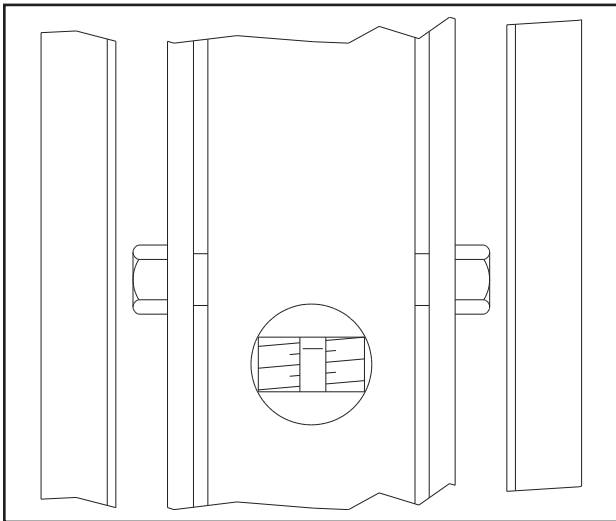

Fig.63 - Abb.63
- portare i carrelli ad una altezza tale che le chiocciole si trovino in corrispondenza dei fori ricavati sui carter (Fig.63).
- raise carriages to same level as holes on side guards (Fig.63).
■ Placer les chariots à hauteur telle que les écrous se trouvent en face des trous de visite pratiqués dans les carter de vis (fig.63).